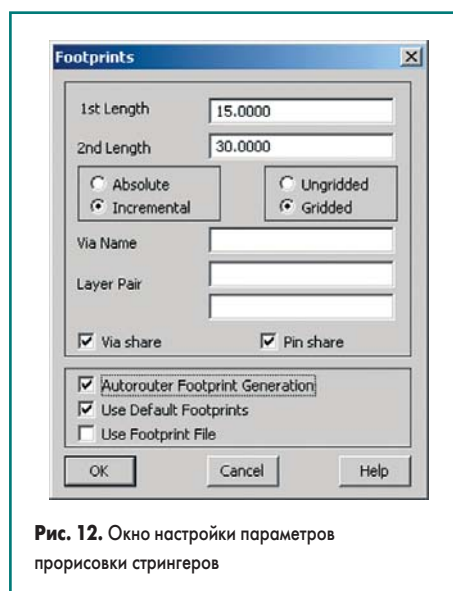

Рис. 12. Окно настройки параметров прорисовки стрингеров
5. В появившемся на экране диалоговом окне Footprints выполним настройки, как показано на рис. 12, а именно: зададим параметры 1st и 2nd Length, равные 15 и 30 милс соответственно, включим опции Incremental, Gridded, Via Share и Pin Share, а также включим опции Use Default Footprints и Autorouter Footprint Generation.